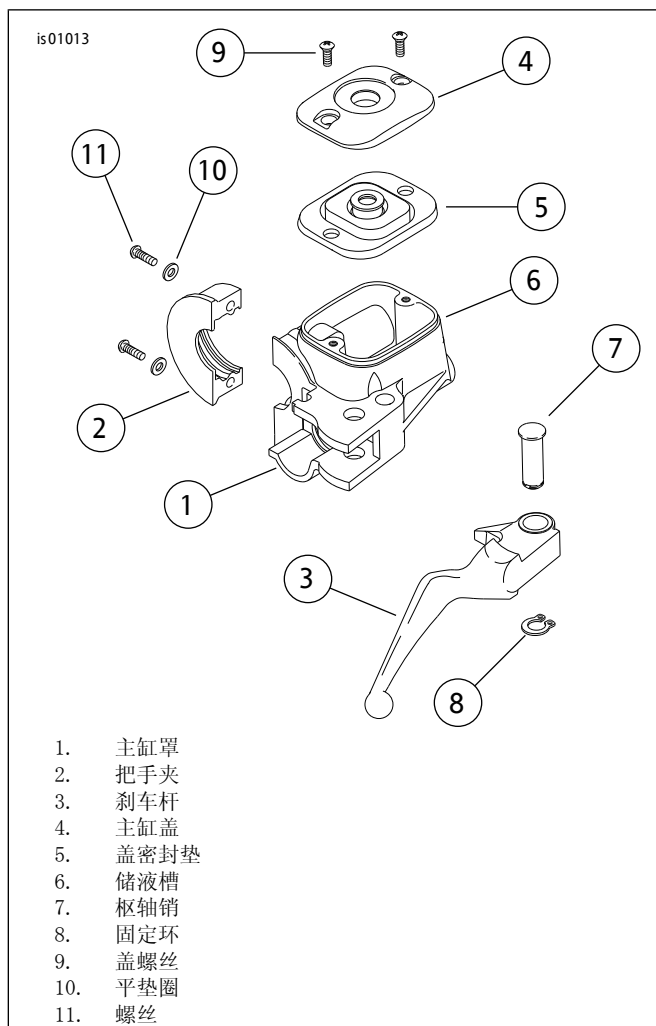

图8. 刹车主缸/储液槽
- 参见图8。拆下将把手夹固定至主缸组件(1)的两个螺丝(11)与平垫圈(10)，拆下夹具(2)。保留垫圈待用。使用食指堵上拆下空心螺栓的孔，将主缸/储液槽和刹车杆组件从把手置于工作台上或其他清洁工作区域。
- 参见图8。在主缸组件支架部分中定位刹车杆，并将枢轴销孔对准杆支架孔。从顶部安装枢轴销并轻敲到位。